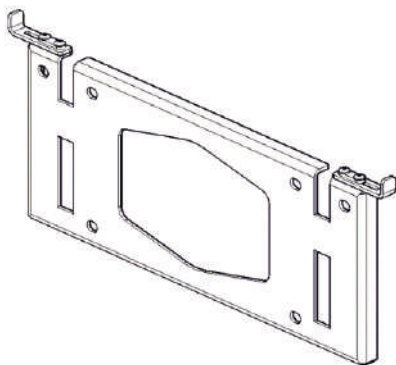
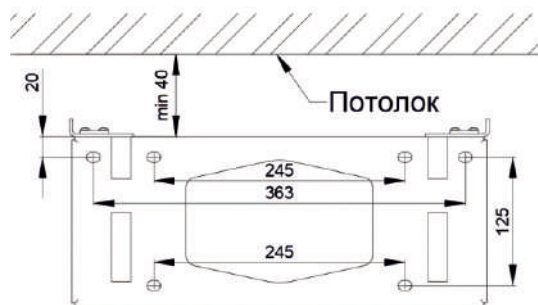
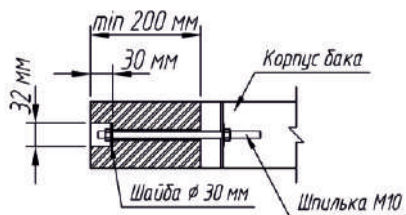
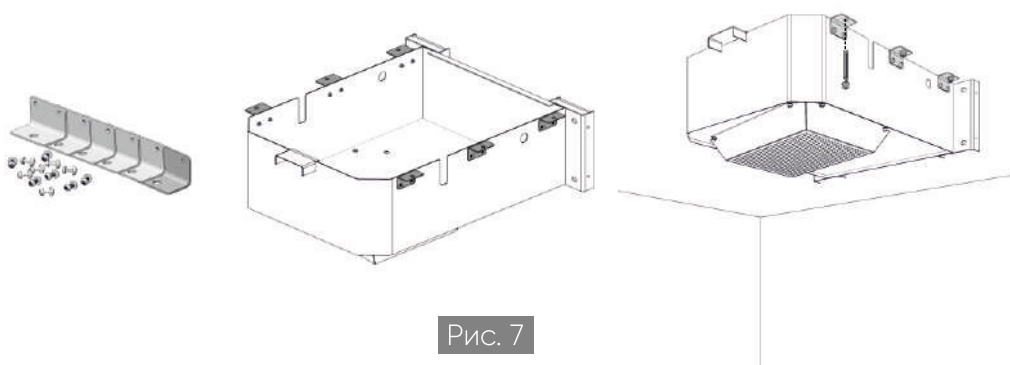

Рис. 2
Рис. 3
Рис. 4
Рис. 7
- 4 Извлеките из упаковки монтажную пластину (рис.2) и используя ее как шаблон (рис. 3) разметьте места установки анкеров для крепления обливного устройства к стене. Монтажная пластина устанавливается на твердую и ровную стену, с отступом от потолка не менее 40 мм. Для крепления монтажной пластины используются шесть шурупов глухарей с диаметром стержня не менее 8 мм в случае с деревянной стеной, или шесть анкерных болтов с диаметром стержня не менее 8 мм в случае с каменной стеной. При затяжке крепежа следует прилагать умеренное усилие (примерно 25 Нм). Недостаточное усилие снижает надежность крепления, а избыточное может привести к деформации монтажной пластины. Длина и тип крепежа подбирается монтажной организацией индивидуально исходя из несущей способности стены. Крепеж должен выдерживать вес обливного устройства наполненного водой. Крепеж в комплект поставки не входит. Рекомендуется использовать крепление монтажной пластины на шпильки М10 (см. рис.4).
Комплект потолочных креплений предназначен для крепления обливного устройства к потолку, при использовании потолочных креплений монтажная пластина (рис.2) на обливное устройство не устанавливается. В комплект входит 6 уголков, 12 болтов и 12 гаек. (рис. 7)